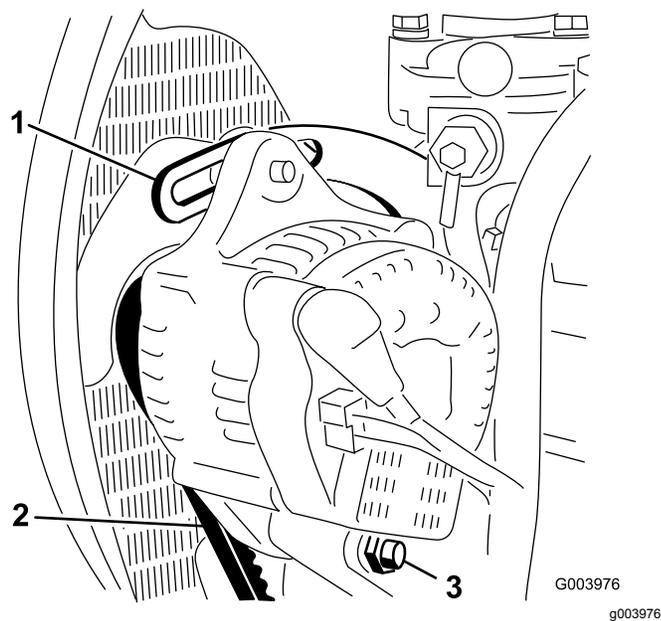

図 68
2. オルタネータ側プーリとクランクシャフト側プーリ間の中央部でオルタネータベルト(図 68)を指で10 kg程度の力で押してベルトの張りを点検する。
3. ブレースをエンジンに固定しているボルト 図 68 と、オルタネータをブレースとピボットボルトに固定しているボルトをゆるめる。